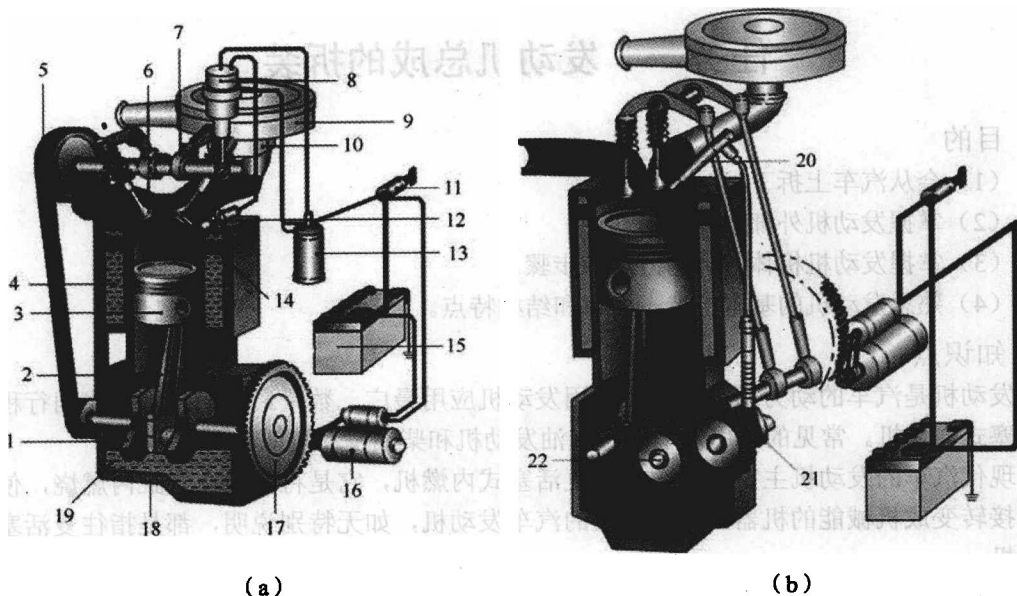
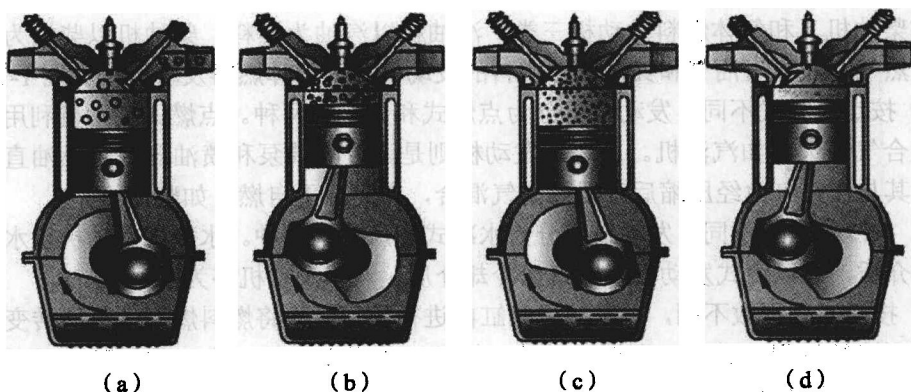

图 1-1 四行程汽油机与柴油机示意图
图 1-2 汽油发动机四个行程
(1) 按活塞运动方式不同，活塞式内燃机可分为往复式和旋转式两种。前者活塞在气缸内作往复直线运动，后者活塞在气缸内作旋转运动。
(2) 按所用的燃料种类不同，发动机主要分为汽油发动机（简称汽油机）、柴油发动机（简称柴油机）和气体燃料发动机三类。汽油机以汽油为燃料，柴油机以柴油为燃料，而使用天然气、液化石油气和其他气体燃料的发动机称为气体燃料发动机，如图1-1所示。
(3) 按点火方式不同，发动机可分为点燃式和压燃式两种。点燃式发动机利用电火花使可燃混合气着火，如汽油机。压燃式发动机则是通过喷油泵和喷油器，将燃油直接喷入气缸，使其与在气缸内经压缩后升温的空气混合，在高温下自燃，如柴油机。
(4) 按冷却方式不同，发动机可分为水冷式和风冷式两种。水冷式发动机以水或冷却液为冷却介质，而风冷式发动机以空气为冷却介质。汽车发动机多为水冷式。
(5) 按活塞行程数不同，在发动机气缸内进行的每一次将燃料燃烧的热能转变成机械能的一系列连续过程（进气、压缩、做功、排气）称发动机的一个工作循环。对于往复式发动机，可以根据每一个工作循环所需的活塞行程数来分类。凡活塞往复四个单程完成一个工作循环的称为四行程发动机；活塞往复两个单程即完成一个工作循环的则称为二行程发动机，汽车发动机多为四行程发动机，如图1-2所示。
(6) 按气缸数不同，发动机只有一个气缸的称单缸发动机，有两个以上气缸的称为多缸发动机。多缸发动机还可根据气缸的具体数目及其排列进一步分类。
(7) 按进气系统是否采用增压方式，发动机可以分为自然吸气式（非增压式）发动机